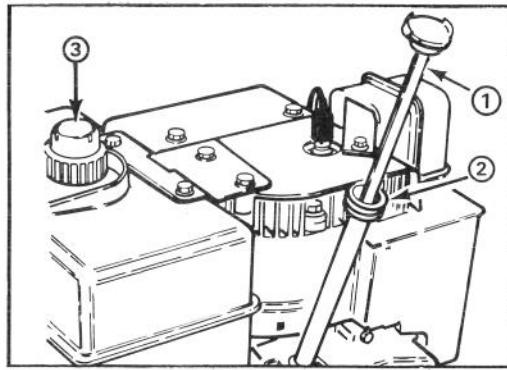

Abbildung 8
FÜLLEN DES KURBELGEHÄUSES MIT ÖL (Abb. 8)
ANMERKUNG: NIE METHANOL, EIN METHANOL/BENZINGEMISCH, GASOHOL MIT MEHR ALS 10% ETHANOL, ODER LEICHTBENZIN BENUTZEN, DA BEI DIESEN STOFFEN MOTORBESCHÄDIGUNGSGEFAHR Besteht. (Abb. 8).
1. Um den Tankdeckel herum reinigen (abb. 8). Den Deckel abnehmen und den Tank bis ca. 13 mm von der Oberkante mit Benzin füllen. Den Tank wieder verschließen.